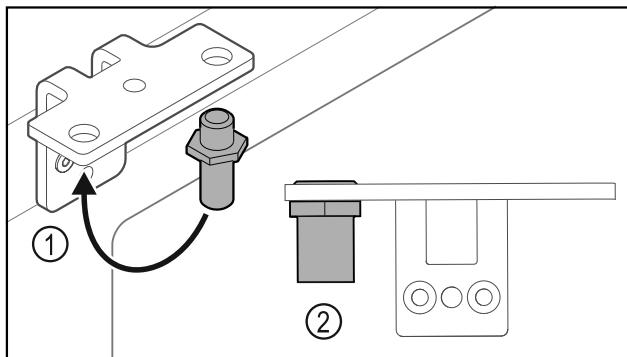

Fig. 35
- ▶ 调换合页角铁中的螺栓 Fig. 35 (1)。
- ▶ 用 12 Nm 的扭矩拧紧螺栓 Fig. 35 (2)。